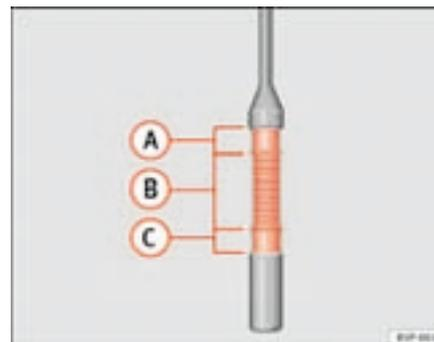

Fig. 158 Varilla de medición del nivel de aceite.
- Vuelva a extraer la varilla de medición y compruebe el nivel de aceite que indica el extremo inferior de la varilla de medición ⇒ **página 223, fig. 158.**
Si el nivel se encuentra en la zona ⇒ **página 223, fig. 158** **(A)**, no se debe añadir aceite.